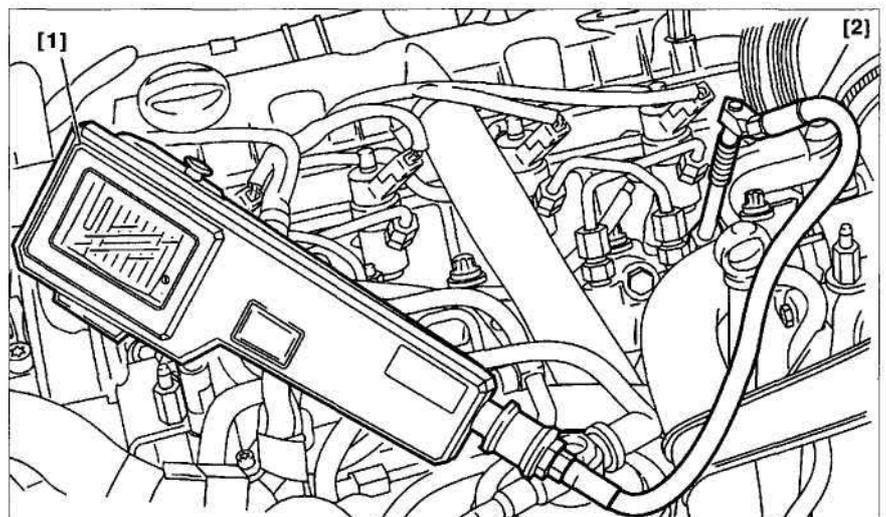

Рис. 7.26. Вкрутите приспособление [2] в отверстие под свечу накаливания цилиндра №1. Присоедините тестер [1] к приспособлению [2].
4. Вкрутите приспособление [2] в отверстие под свечу накаливания цилиндра №1 моментом 10 ± 0.1 Нм (рис. 7.26). Присоедините тестер [1] к приспособлению [2].